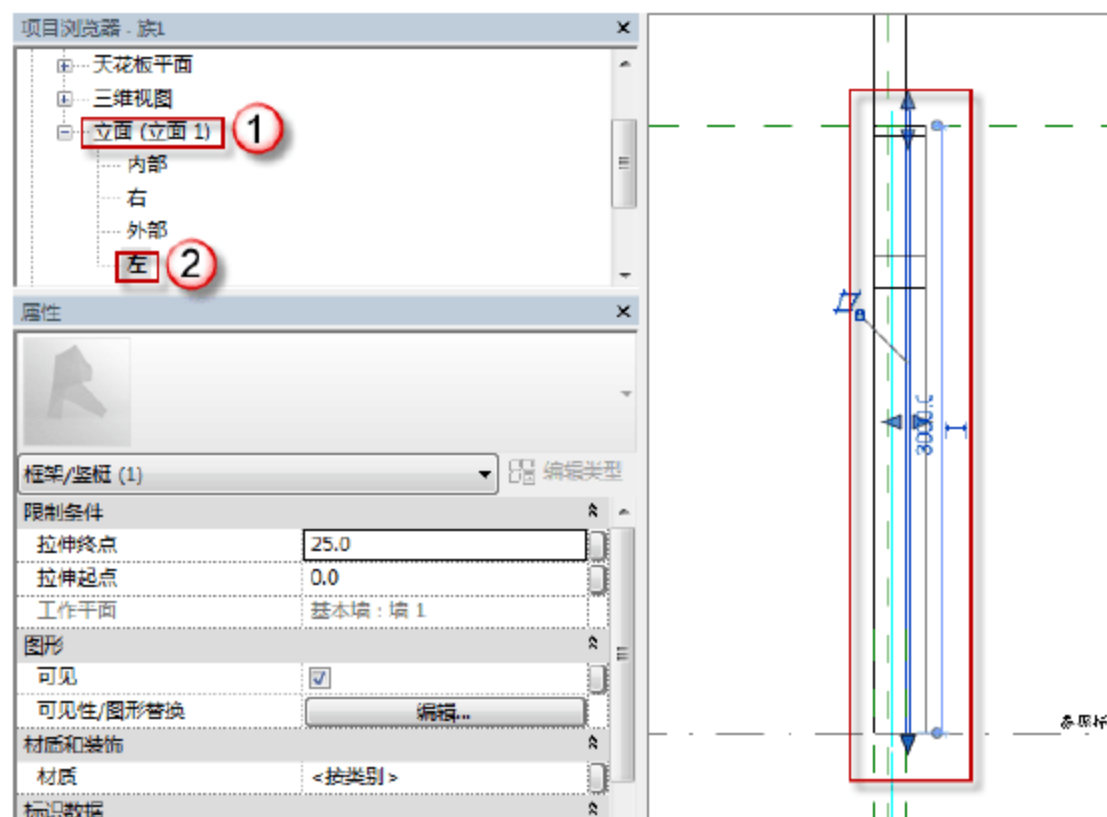

图 6.1.127 单开门 M1021 的左立面视图
(10) 选择“项目浏览器”中的“立面 (立面 1)”→“左”命令, 可以进入单开门 M1021 的左立面视图, 如图 6.1.127 所示。